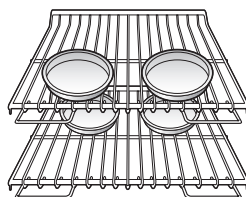

Figura 1
- Si debe utilizar varios estantes en el horno inferior, coloque los estantes en la posición C (un estante) y E (un estante). Coloque las bandejas tal como se muestra en la Figura 1. Si cocina en un solo estante dentro del horno superior, coloque el estante en la posición A y en el horno inferior colóquelo en la posición C. Coloque sus recipientes para cocinar justo como se muestra en la Fig. 2. En el horno superior se recomienda hornear con un estante estándar en la posición A.